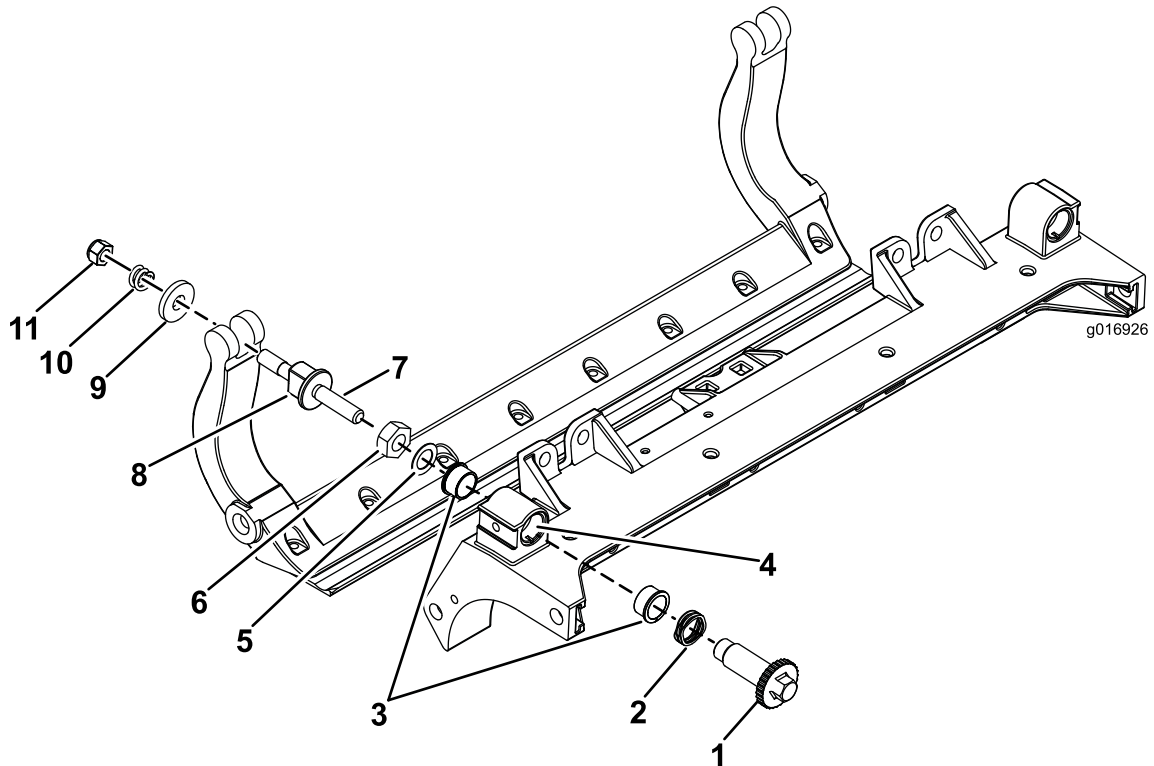

Figure 33
1. Déposez toutes les pièces (voir les *Instructions d'installation* du kit DPA renforcé et la Figure 33).
2. Appliquez du produit antigrippage à l'intérieur du logement des bagues sur le cadre central de l'unité de coupe (Figure 33).
3. Placez les clavettes des douilles à embase en face des fentes dans le cadre, et insérez les douilles en place (Figure 33).
4. Posez une rondelle ondulée sur l'axe de réglage et insérez l'axe dans les douilles à bride sur le cadre de l'unité de coupe (Figure 33).
5. Fixez l'axe de réglage avec une rondelle plate et un contre-écrou (Figure 33).
12. Placez une rondelle en acier à l'extérieur de chaque rondelle en nylon (Figure 33).
Remarque: Les rondelles peuvent présenter un espace à l'intérieur (Figure 33).
15. Serrez l'écrou sur chaque vis de réglage de la barre d'appui jusqu'à ce que le ressort de compression soit complètement comprimé, puis desserrez l'écrou d'un demi-tour (Figure 33).